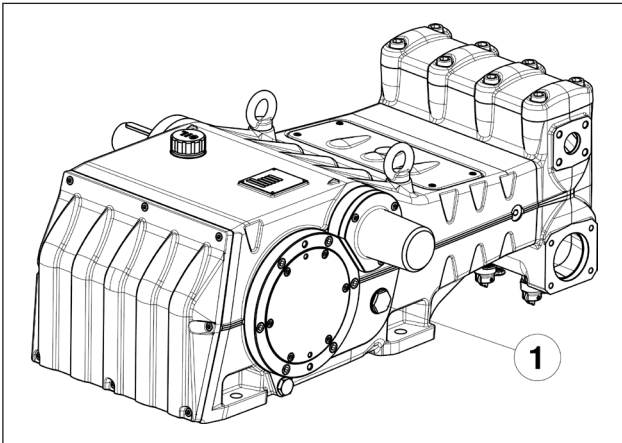

Abb. 8
5. Der Ölstand im Pumpengehäuse korrekt ist, u.z. über die entsprechenden Schaugläser an Gehäuseseite (Pos. ①, Abb. 8).